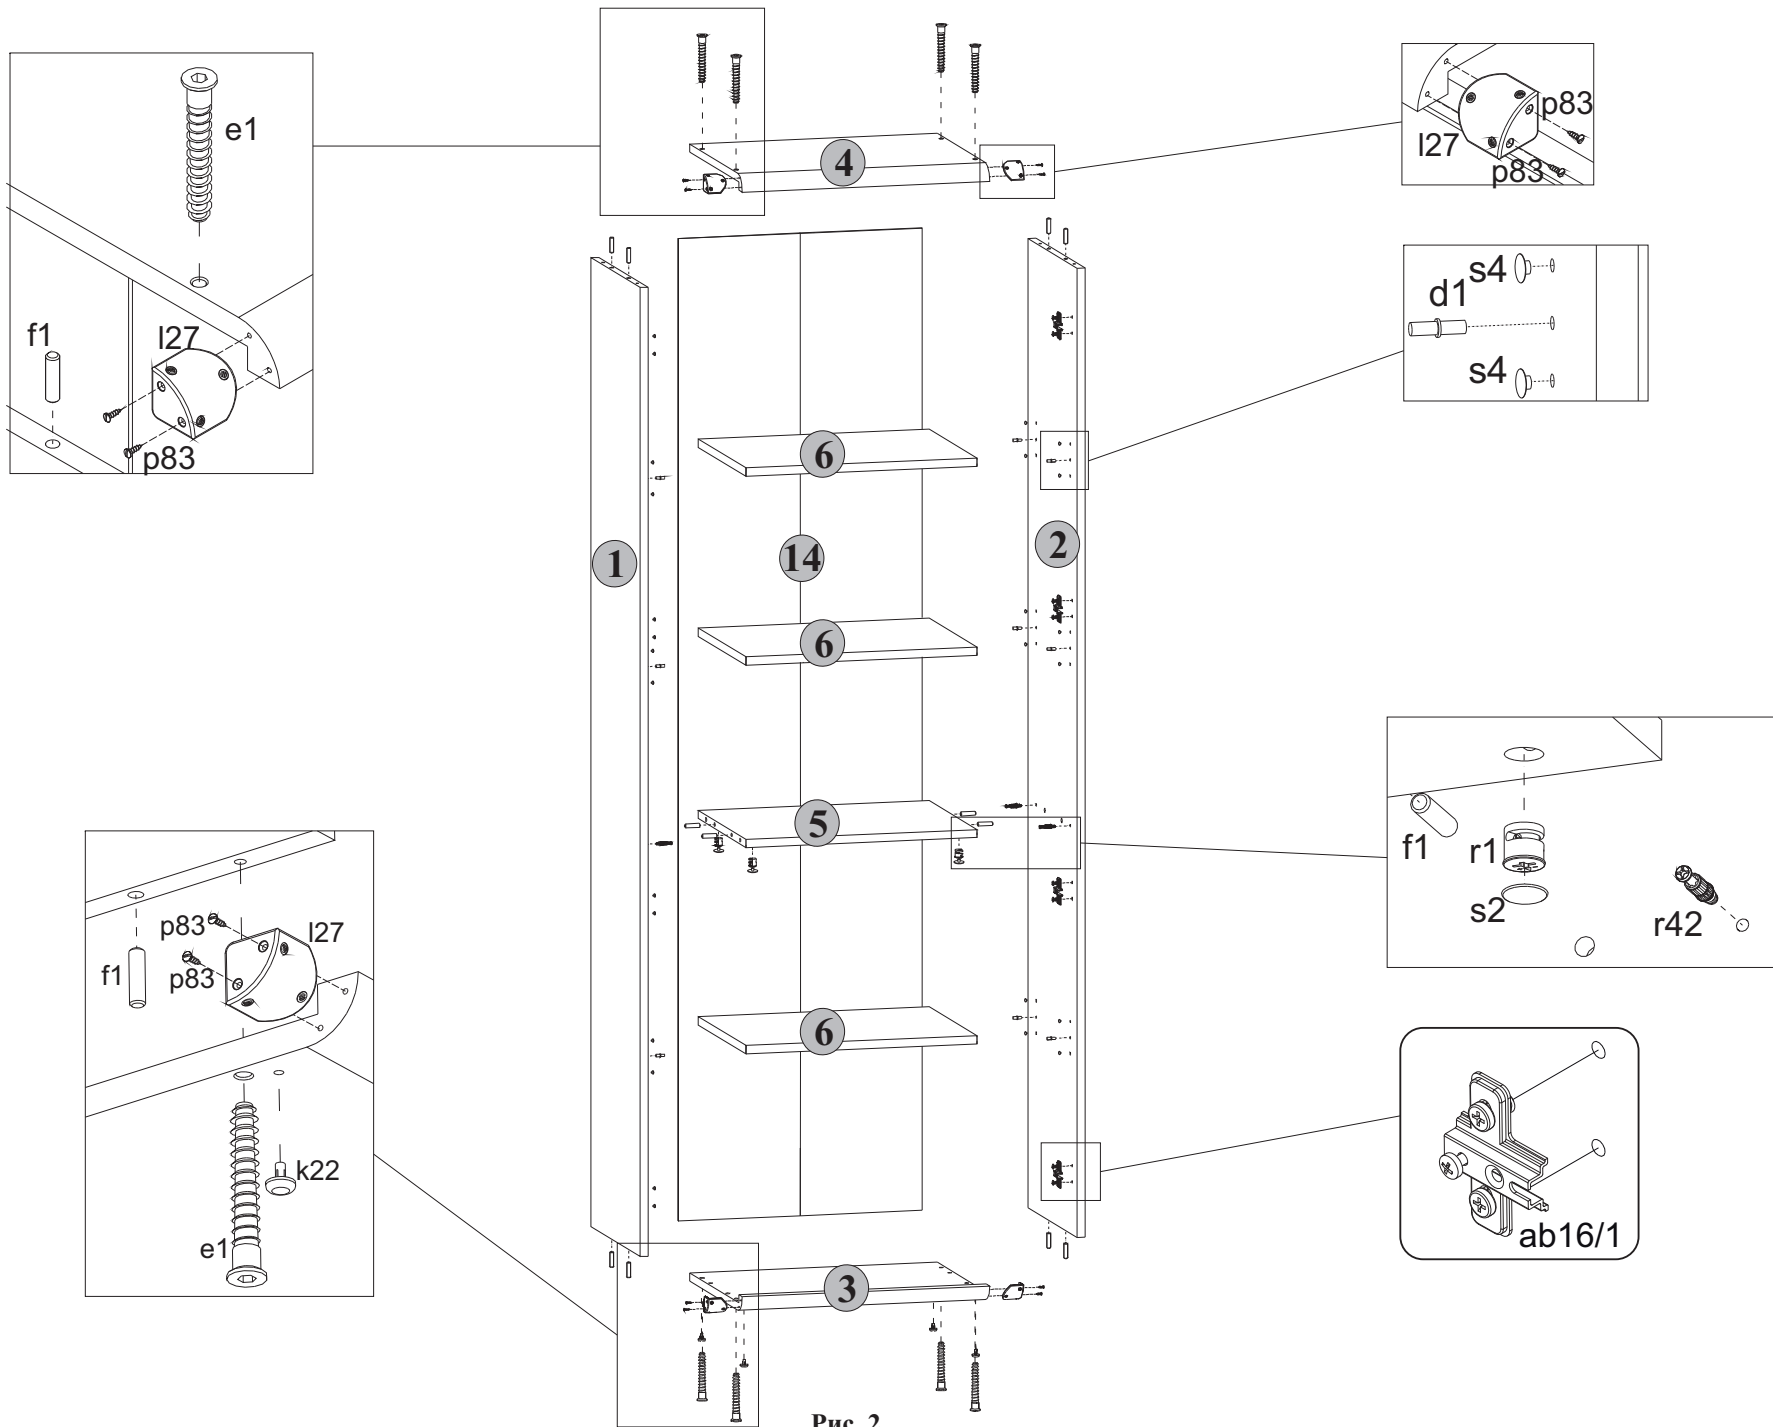

Рис. 2
5.6 На нижней поверхности полки соединительной 5 в отверстия диаметром 15 мм вставить стяжки эксцентриковые r1 (см.рис. 2).
5.7 В отверстия диаметром 5 мм на нижней поверхности щита нижнего 3 вставить опоры полимерные k22 (подпятники) (см.рис. 2).
5.8 К стенкам боковым 1 и 2 присоединить щиты нижний 3 и верхний 4 и стянуть конфирматами e1, пользуясь специальным ключом z1 из комплекта фурнитуры (см.рис. 2).
5.2 В отверстия диаметром 8 мм на верхних и нижних краях стенок боковых 1 и 2, а также на боковых краях полки соединительной 5 вбить деревянные шканты f1 (см.рис. 2).
5.4 В отверстия диаметром 5 мм в центральной части на внутренних поверхностях стенок боковых 1 и 2 вкрутить винты стяжки r42 для установки полки соединительной 5, пользуясь крестообразной отверткой (см.рис. 2).
5.5 В остальные отверстия диаметром 5 мм на внутренних поверхностях стенок боковых 1 и 2 в зависимости от уровня расположения полок вкладных вставить полкодержатели d1 (см.рис. 2).